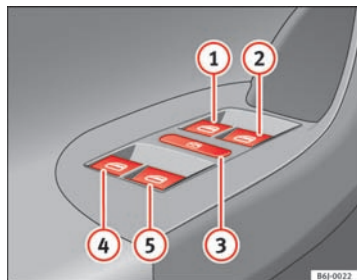

Fig. 51 Udsnit af førerdøren: betjenings-elementer til ruderne foran og bagi
Kontakterne → Fig. 51 ①, ②, ④ og ⑤ har to trin til åbning og to til lukning af ruden. Derved bliver det lettere at styre åbningen og lukningen.